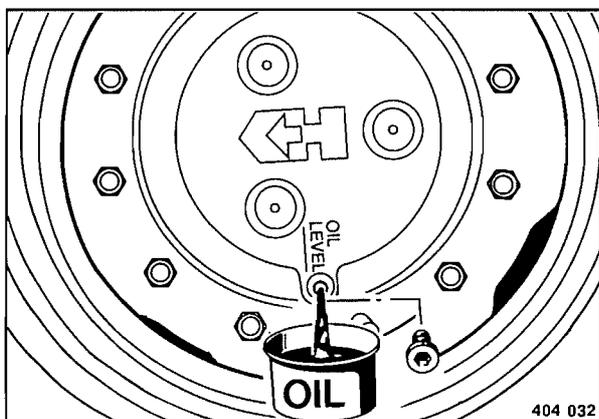

Fig. 86
- Estacionar la rueda de accionamiento de forma que el tapón de cierre (Fig. 86) se encuentra en el punto más abajo.